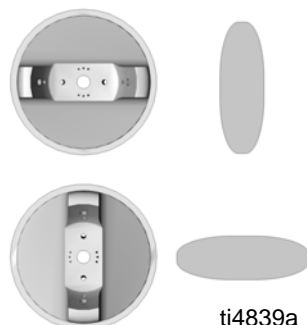

FIG. 2
1. Rode a cápsula de ar para obter o padrão de pintura desejado. Consulte a FIG. 2.